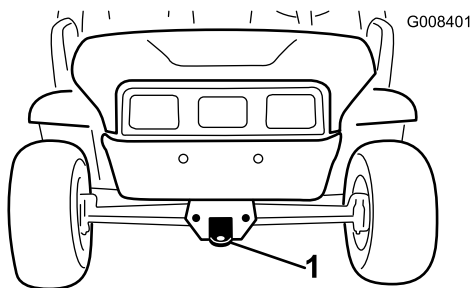
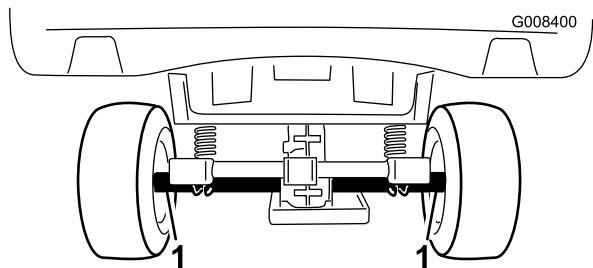

Bild 23
Bild 24
Befördern Sie die Maschine über lange Strecken auf einem Anhänger. Stellen Sie sicher, dass die Maschine auf dem Anhänger befestigt ist. In Bild 24 und Bild 23 finden Sie die Vergurtungsstellen der Maschine.
2. Befestigen Sie ein Abschleppseil an der Zunge vorne am Maschinenrahmen (Bild 23).